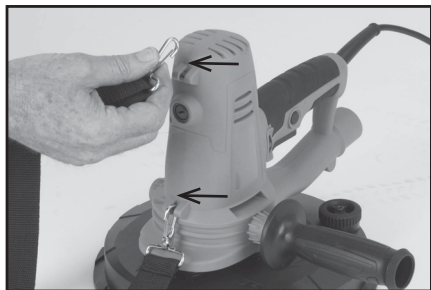

Fig. 2
- Attaccare la cinghia da trasporto al corpo principale dell'utensile (se necessario) agganciandola ai perni appositi. (Fig. 2)